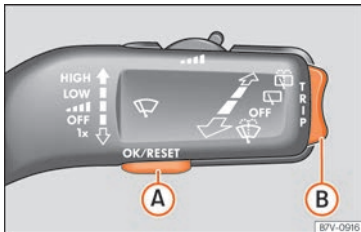
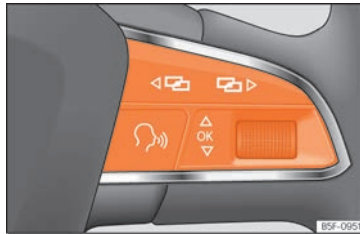

Abb. 46 Hebel für Scheibenwischer: Tasten zum Bedienen der Menüs im Kombiinstrument.
Abb. 47 Multifunktionslenkrad: Tasten zum Bedienen der Menüs im Kombiinstrument.
- Falls eine Meldung oder das Fahrzeug-Piktogramm angezeigt wird, Taste **OK** drücken (» **Abb. 46** **A**) bzw. » **Abb. 47**).
- Wippe » **Abb. 46** **B**) nach oben oder unten drücken bzw. am Multifunktionslenkrad das Rädchen drehen, bis der gewünschte Menüpunkt markiert ist.